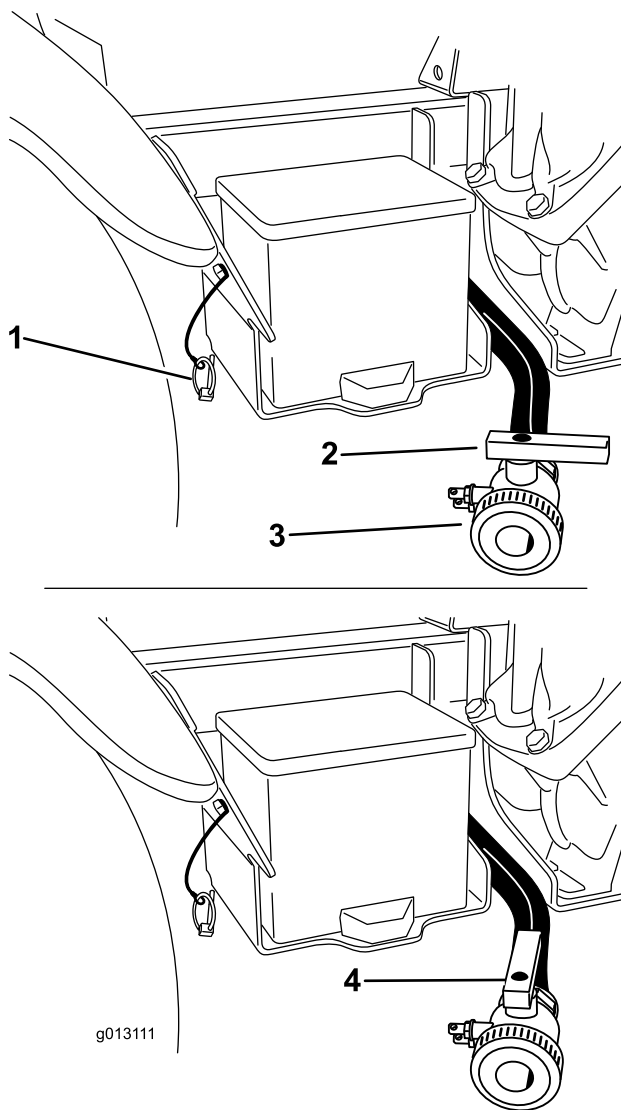

Figura 28
- B. Aprite la valvola per spurgare il materiale rimasto nel serbatoio, e smaltitelo nel rispetto del regolamento locale e secondo le istruzioni del produttore del materiale (Figura 28). In tal modo si scaricherà tutto il materiale rimasto nel tubo.
3. Una volta spurgato completamente il serbatoio, chiudete la valvola di spurgo e installate la valvola sulla staffa con l'acciarino precedentemente rimosso (Figura 28).